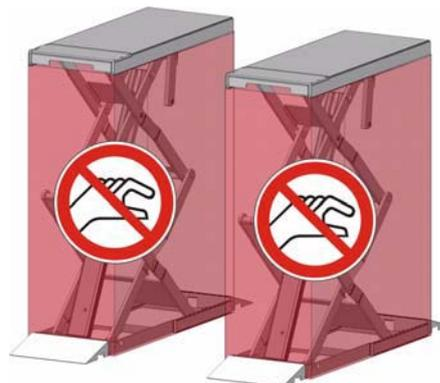

Abb. 3-1 Mechanischer Gefahrenbereich
- Nicht in den Gefahrenbereich greifen oder treten (*Abb. 3-1, Seite 14*).
- Steuerstelle örtlich so anordnen, dass der Bediener jederzeit freie Sicht auf die aufgebrachte Last und das Gerät, insbesondere den Gefahrenbereich hat (*Abb. 3-1, Seite 14*).